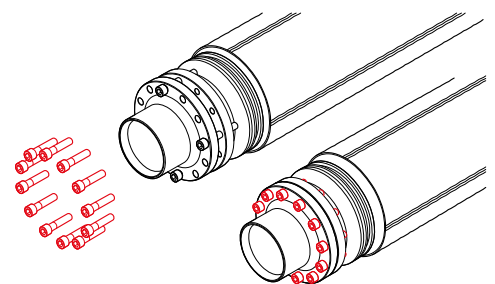

Рис. 4.6.6
6. Вкрутить монтажные болты в свободные от установочных болтов отверстия (рис. 4.6.6). Заменить установочные болты на монтажные.